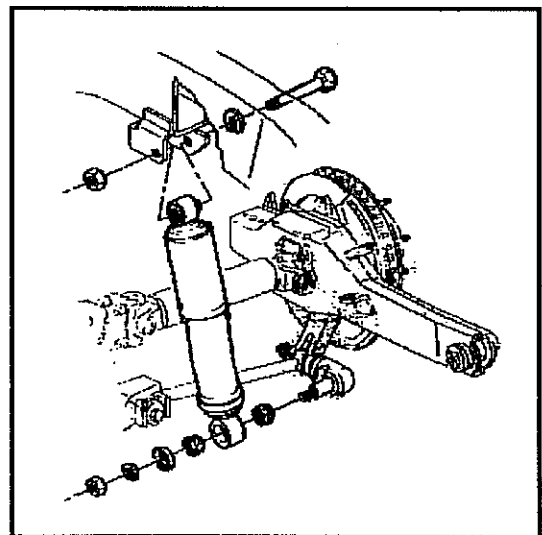

Abb. 7-66 Befestigung des Stoßdämpfers
- Die Beilagscheibe, welche als Druckring für die Gummibuchse ausgeführt ist, mit dem Ende geringeren Durchmessers zuerst an setzen. Siehe Abb. 7-66.